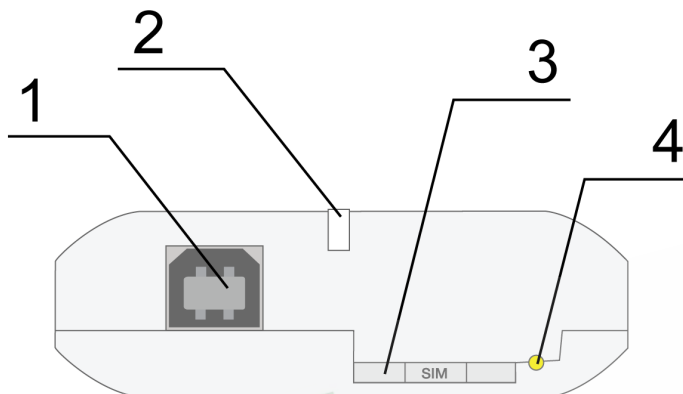
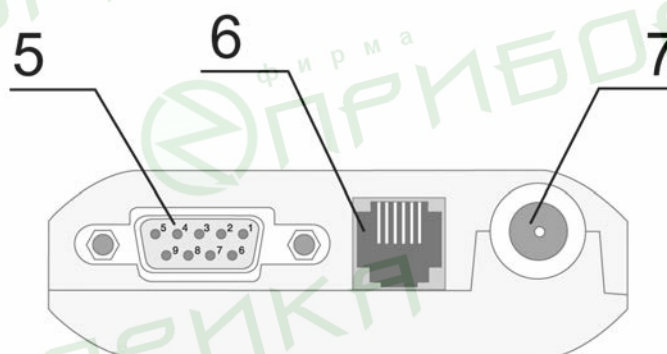

Рис. 2.1. Вид спереди
Рис. 2.2. Вид сзади
Модем ES90iPU представляет собой компактное устройство в пластиковом корпусе. Внешний вид представлен на рис. 2.1 и рис. 2.2.
- достать SIM-лоток, нажав кнопку выталкивателя SIM-лотка (рис. 2.1);